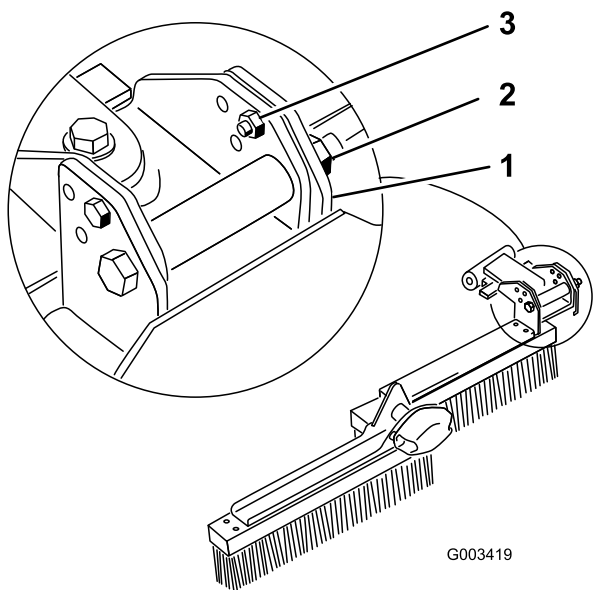
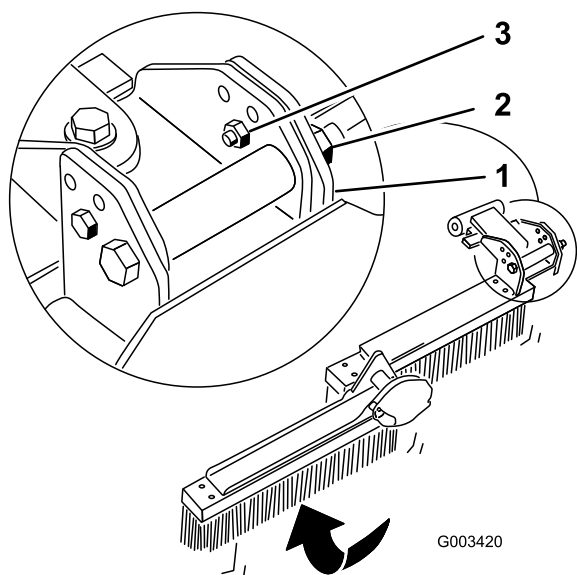
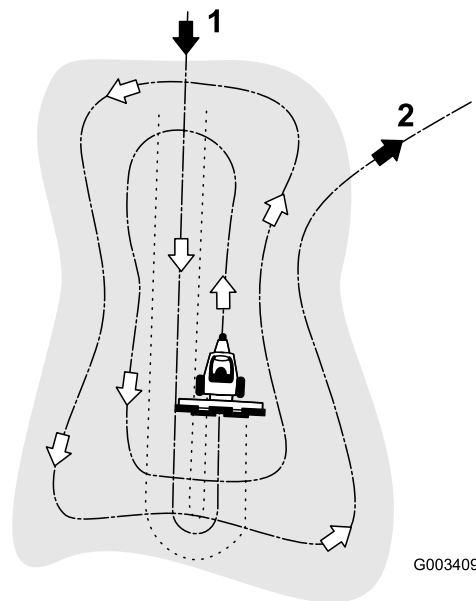

Figura 14
Figura 15
Figura 16
1. Allentate il dado e il bullone che fissano le staffe dell'articolazione della testa della spazzola (Figura 14).
2. Rimuovete i 2 bulloni di regolazione e i dadi dalle staffe dell'articolazione della testa della spazzola (Figura 14).
3. Montate e fissate i bulloni di regolazione e i dadi nella posizione desiderata come mostrato nella Figura 14, Figura 15 e Figura 16.
Il percorso consigliato per la rastrellatura di un bunker è illustrato nella Figura 16. Questo percorso evita sovrapposizioni superflue, riduce al minimo la compattazione e lascia un motivo uniforme e attraente sulla sabbia. Entrate nel tratto più lungo del bunker, dove la sponda è meno alta. Guidate attraverso il centro del bunker sin quasi alla fine, girate a destra o sinistra curvando quanto più a stretto raggio possibile e tornate rastrellando a fianco della prima passata. Eseguite una spirale verso l'esterno, come illustrato, e uscite dal bunker ad angolo retto in una zona pianeggiante. Lasciate le sponde alte e corte, e le piccole buche, che potranno essere ritoccate con un rastrello a mano.